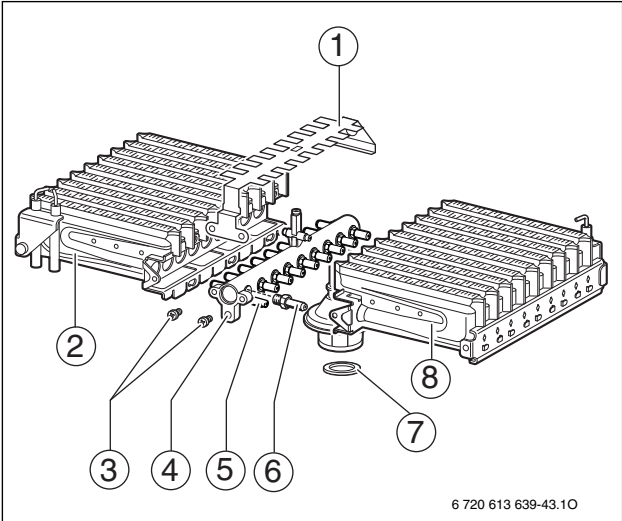

Рис. 36
- ▶ Демонтировать горелку (→ рис. 36, поз. 2 и 8 /→ глава 12.2.1).
- ▶ Заменить форсунки (6).
- ▶ Установить горелку (→ рис. 36, поз. 2 и 8).